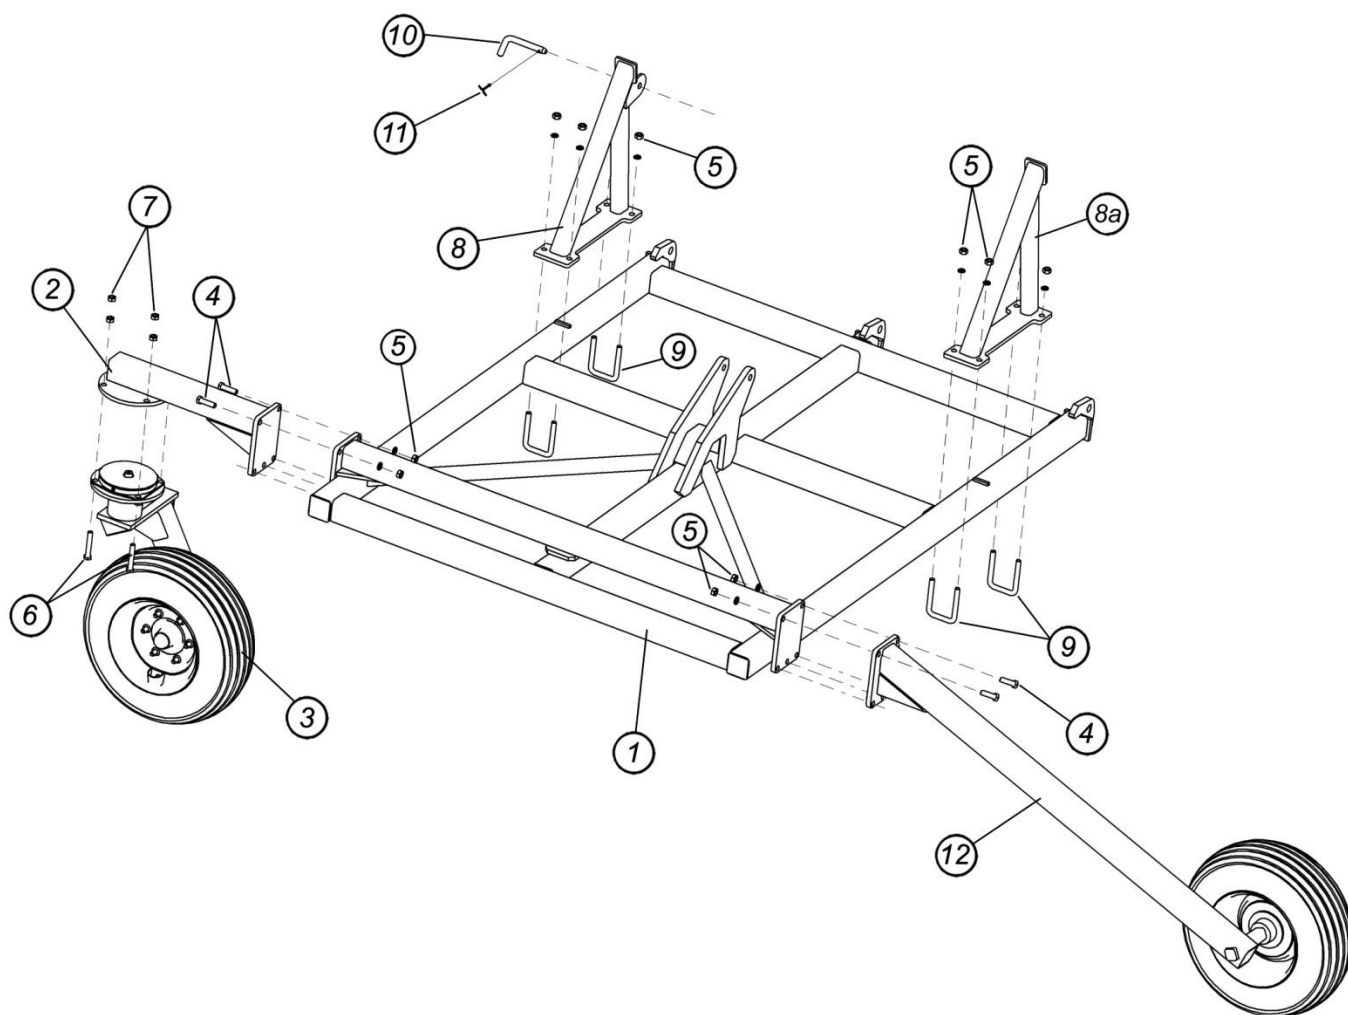

Рис.7.1.2. Крыловая рама, боковое шасси, консоль
7.1.2. Крыловая рама, боковое шасси, консоль (рис.7.1.2)